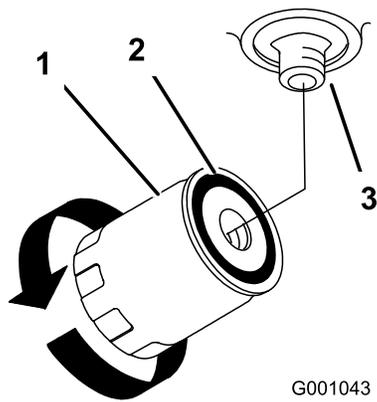

図 77
4. オイル・フィルタを外し、フィルタのアダプタのガスケットの表面をきれいに拭く（図 77）。
6. アダプタにフィルタを取り付ける。ガスケットがアダプタに当たるまで手でねじ込み、そこから更に 1/2 回転増し締めする（図 77）。